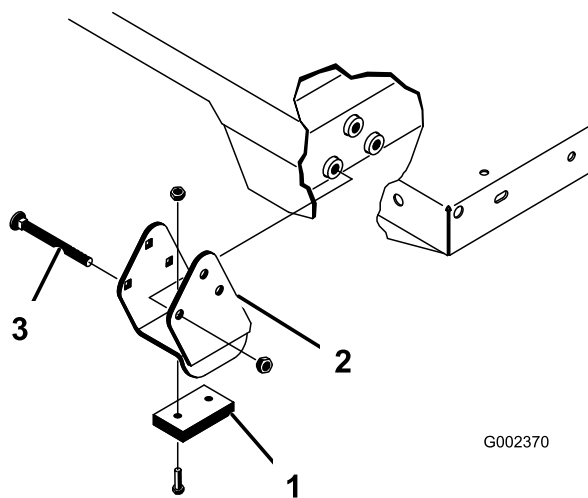

Рисунок 25
Убедитесь, что распорные кронштейны и износные колодки (**Рисунок 25**) установлены так, что головки каретных болтов находятся внутри автомобиля.
2. Аккуратно установите кузов на раму автомобиля, совместив отверстия в задней шарнирной плите кузова с отверстиями в заднем швеллере рамы, и установите два шплинтуемых штифта и шплинты (Рисунок 25).
4. Вставьте шплинтуемый штифт с наружной стороны кузова, при этом шплинт должен находиться снаружи (Рисунок 25).